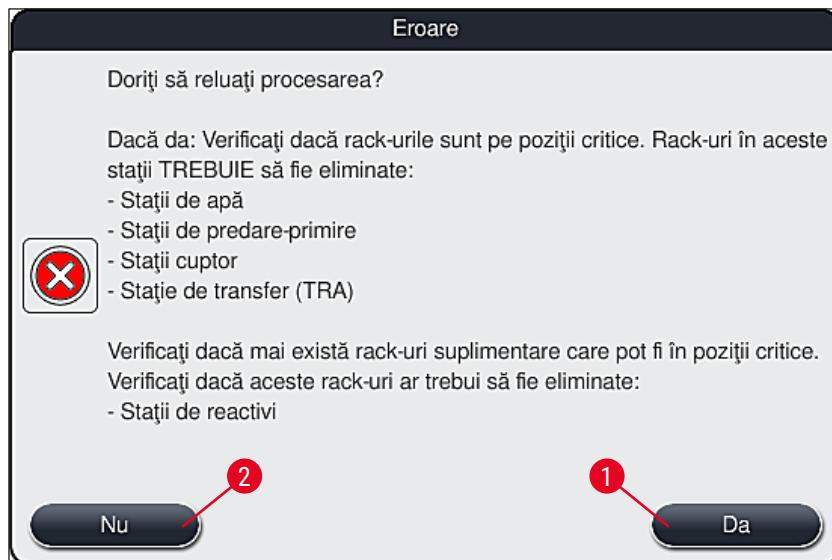

Fig. 112
4. Ulterior, utilizatorul are opțiunea de a selecta dacă procesul de colorare trebuie sau nu să fie reluat (→ P. 141 – 8.2.2 Reluarea procesului de colorare după o întrerupere a alimentării) sau anulat (→ P. 142 – 8.2.3 Anularea tuturor proceselor de colorare după o întrerupere a alimentării electrice) (→ "Fig. 112").
- Scoateți stativele critice de pe instrument în conformitate cu mesajul de informare (→ "Fig. 112") anterior și confirmați îndepărțarea prin apăsarea stației corespunzătoare (→ "Fig. 113-1") de pe ecran.
Anularea procesului de colorare și revenirea la meniul anterior de selecție (\rightarrow "Fig. 112") pot fi anulate prin apăsarea butonului **Anulare** (\rightarrow "Fig. 114-2").